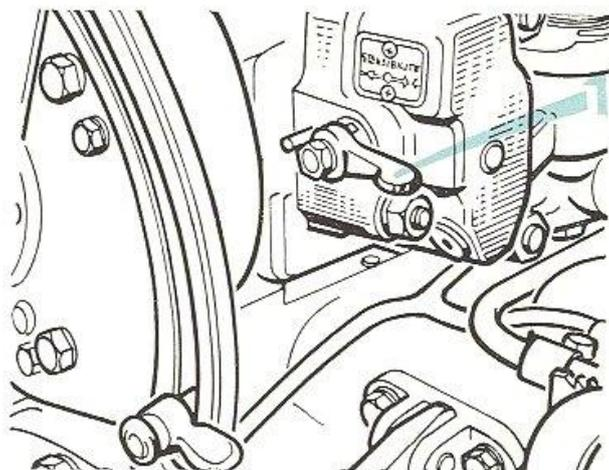

FIG. 50
— Réglage de la sensibilité à l'aide de la petite manette (1) fig. 50 située à la droite du distributeur.